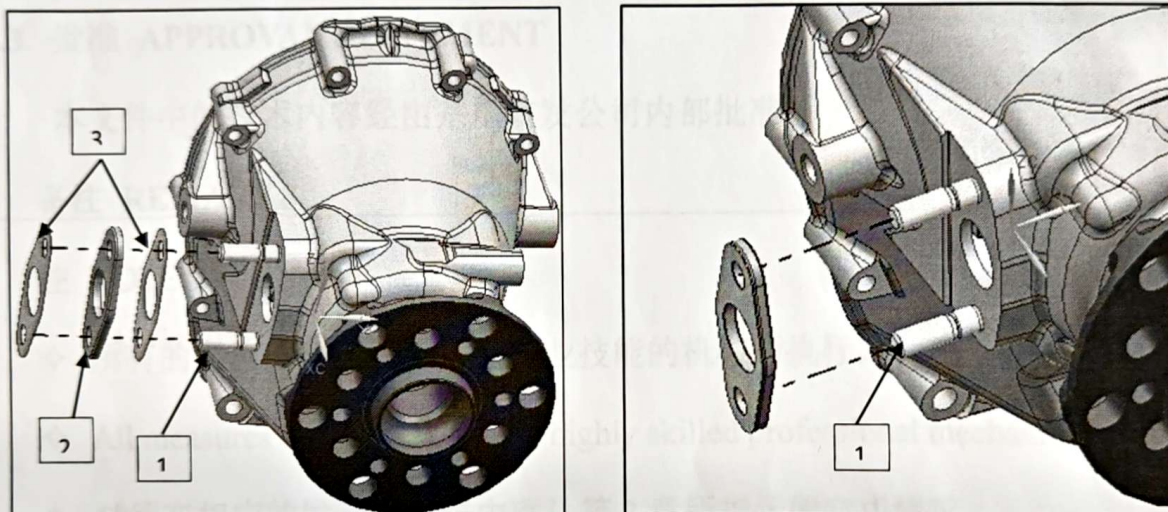

图 2-图 3 密封垫装配示意图
1、如图 2 所示，取 2 件 C80 机械燃油泵密封垫③与 1 件 C80 机械燃油泵垫片②，在机械燃油泵密封垫③的两面均匀涂抹乐泰 5910 平面密封胶，然后贴合在燃油泵垫片②两侧，如图 3 所示。清理多余的平面密封胶，然后安装到双头